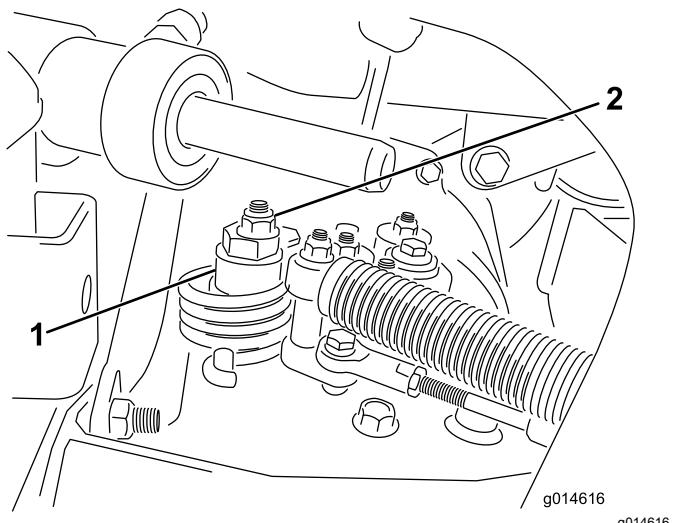

Figura 32
- C. Gire el excéntrico hasta que no haya movimiento en ningún sentido. Cuando la rueda deje de girar, apriete la tuerca para bloquear el excéntrico y el ajuste (Figura 32). Compruebe el ajuste con el acelerador en las posiciones LENTO y RÁPIDO.
- A. Afloje la tuerca que sujetá el excéntrico a la parte superior del hidrostato (Figura 32).